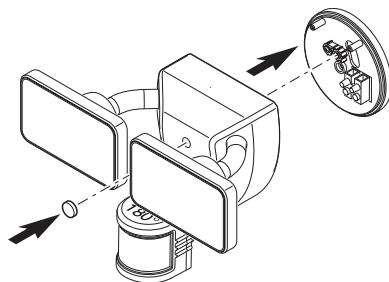

Figure 5
- Serrez solidement le boulon de montage, en évitant toutefois de trop le serrer (voir la Figure 5).
- Enfoncez fermement le bouchon de caoutchouc dans le trou du boulon de montage du luminaire (voir la Figure 5).